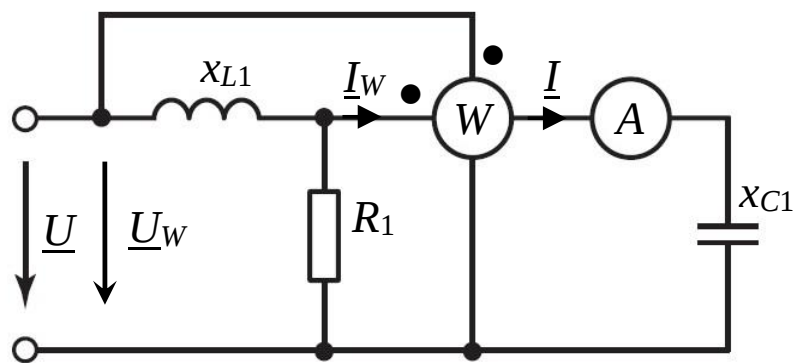

Рис. 3. Определение показания ваттметра
3. Определим показания ваттметра, который отображает активную мощность в части электрической цепи (рис. 3). Его показания зависят от особенностей подключения токовой обмотки и обмотки напряжения.